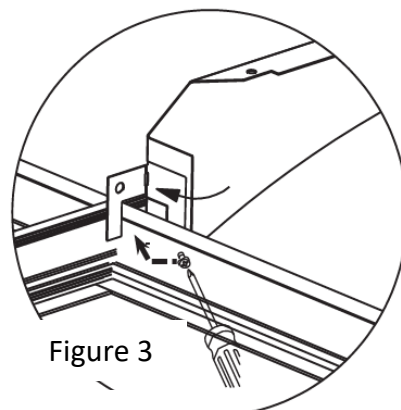

Figure 3
3. Si requis par les codes du bâtiment, utiliser une vis de mécanique no 8x1/4 po (non incluse) pour rattacher le luminaire au plafond à profilé en T (Figure 3).